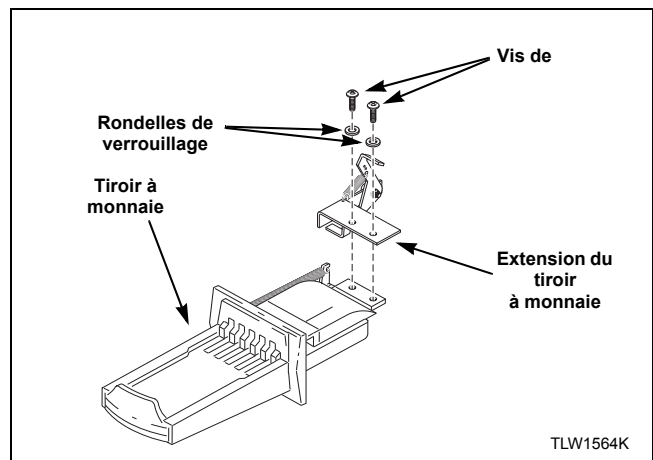

Figure 28
1. Fixer l'extension sur le dessus du tiroir en utilisant les deux vis et les rondelles de blocage qui restent. Se reporter à la *Figure 28*.
3. Fixer l'extension sur le dessus du tiroir en utilisant deux vis et deux rondelles de blocage. Se reporter à la Figure 28.